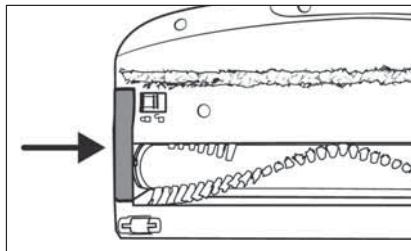

Fig. 32
- 6) Introduceți suportul periei rotative 20 din nou în peria pentru podea 22. Împingeți-l jos până când se fixează în peria pentru podea 22 cu un clic (a se vedea fig. 32).